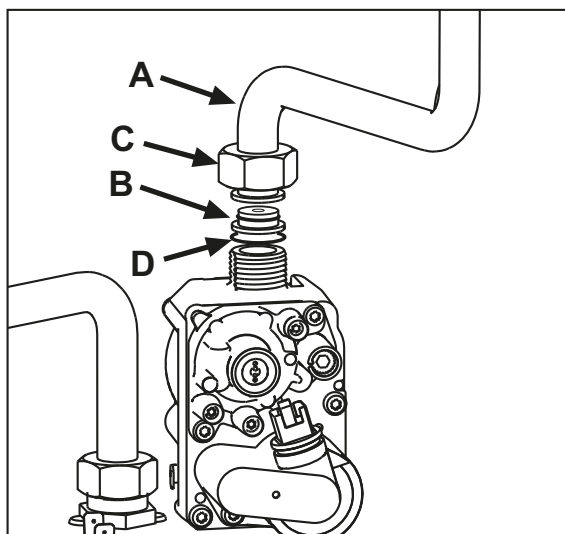

fig. 22
3. Deșurubați piulița C și scoateți tubul de gaz A de pe valva de gaz (vezi fig. 22).
4. Înlocuiți duza B introdusă pe tubul de gaz cu cea aflată în kitul de transformare, înlocuind garnitura D (vezi fig. 22).